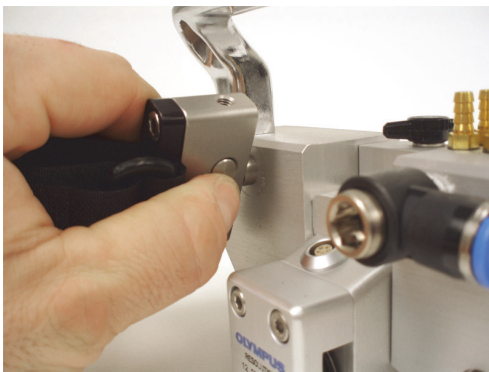

图 2-8 脐带电缆的连接
1. 按住脐带支架上的锁定销，将安装孔套在HSMT-Flex的接合部位上，然后松开锁定销（参见第41页的图 2-8）。